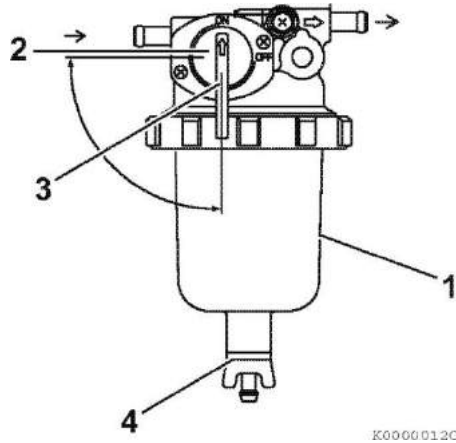

Рисунок 38
1. Поместите соответствующий контейнер под топливным фильтром / водным сепаратором (Рисунок 38(1)), чтобы собрать загрязняющие примеси.
2. Закройте (Рисунок 38(2)) топливный кран (Рисунок 38(3)).
3. Ослабить сливной кран (Рисунок 38(4)) на донной части топливного фильтра / водного сепаратора. Слейте воду, скопившуюся внутри.
5. Откройте топливный кран (Рисунок 38(3)).